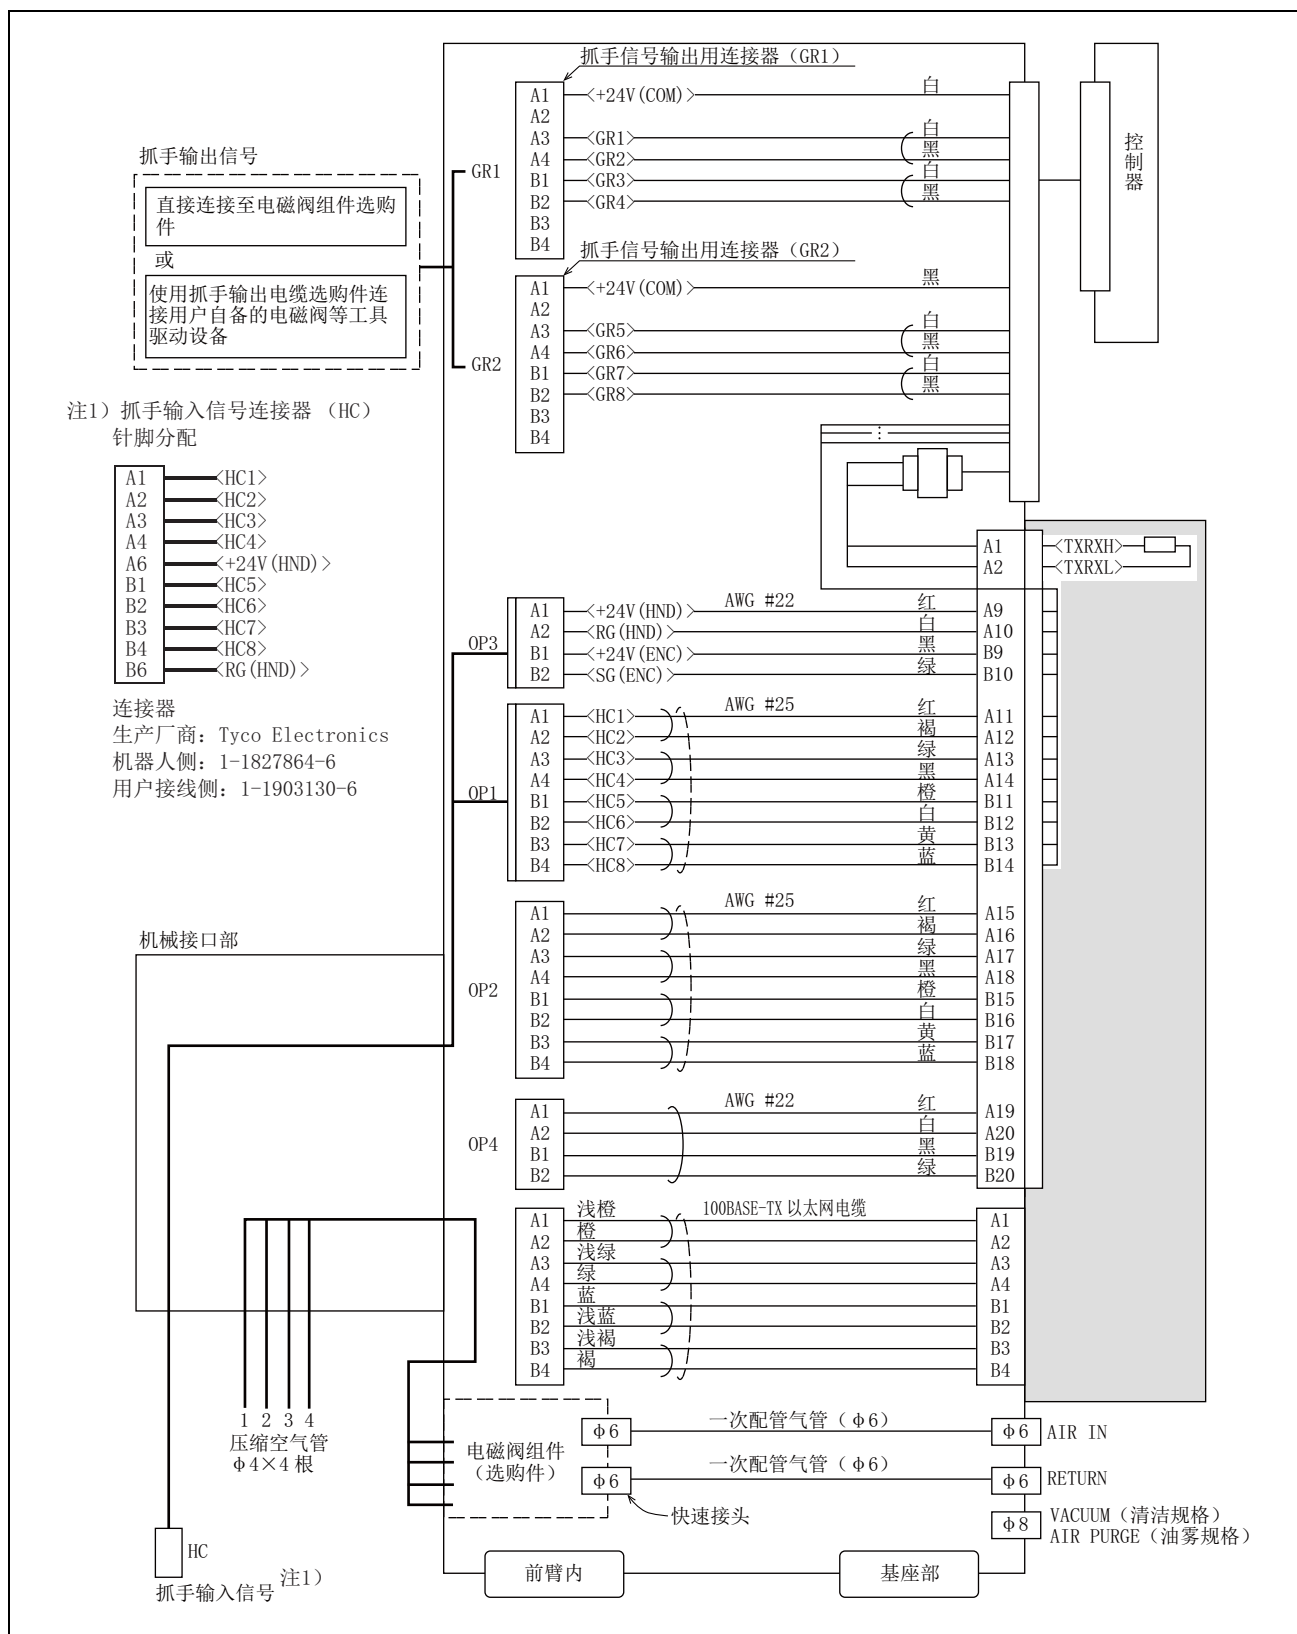

图 2-34: 抓手用接线及配管系统图以及阀安装示例: RV-4FR/7FR/13FR 系列 SH01
- *3) 抓手输入电缆 (HC) 的针脚分配请参照图 2-34。